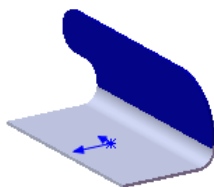

图 12.3.13 边线法兰 1
Step3. 创建图 12.3.13 所示的钣金特征——边线—法兰 1。
(1) 选择命令。选择下拉菜单    命令(或单击“钣金”工具栏中的  按钮)。